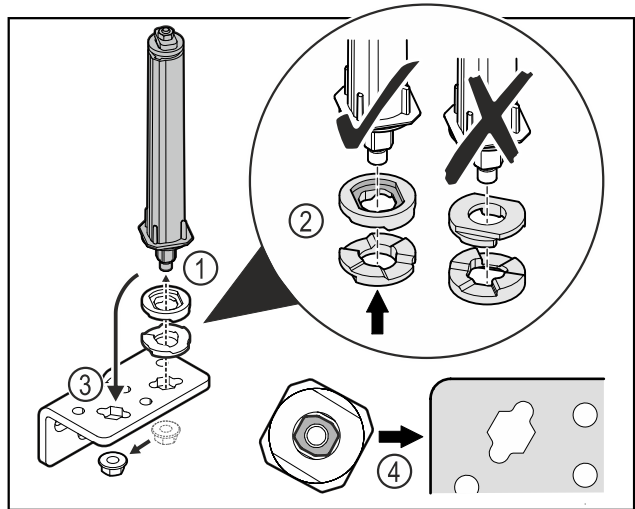

Fig. 39
- ▶ Povolte matici a odstraňte uzavírací systém dvířek Fig. 39 (1).
- ▶ Dbejte na správné vyrovnání výškově stavitelných podložek Fig. 39 (2).
- ▶ Přesaďte uzavírací systém dvířek v úhelníku závěsu a upevněte jej maticí Fig. 39 (3).
- ▶ Při nasazování dbejte na správné vyrovnání uzavíracího systému dvířek Fig. 39 (4).